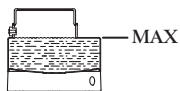

Fig. 4
- Aprite la Caffettiera ruotando in senso antiorario, estraete il filtro ad imbuto e riempite con acqua fredda fino a circa 2/3 mm sotto la valvola di sicurezza. (fig. 4)